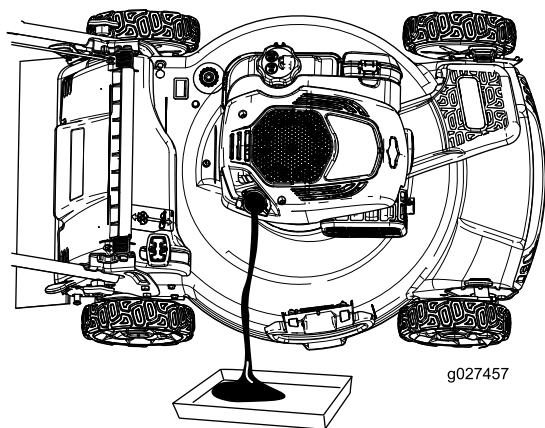

Figura 28
4. Ponga la máquina de lado (de modo que el filtro de aire quede hacia arriba) para drenar el aceite usado a través del tubo de llenado de aceite (Figura 28).